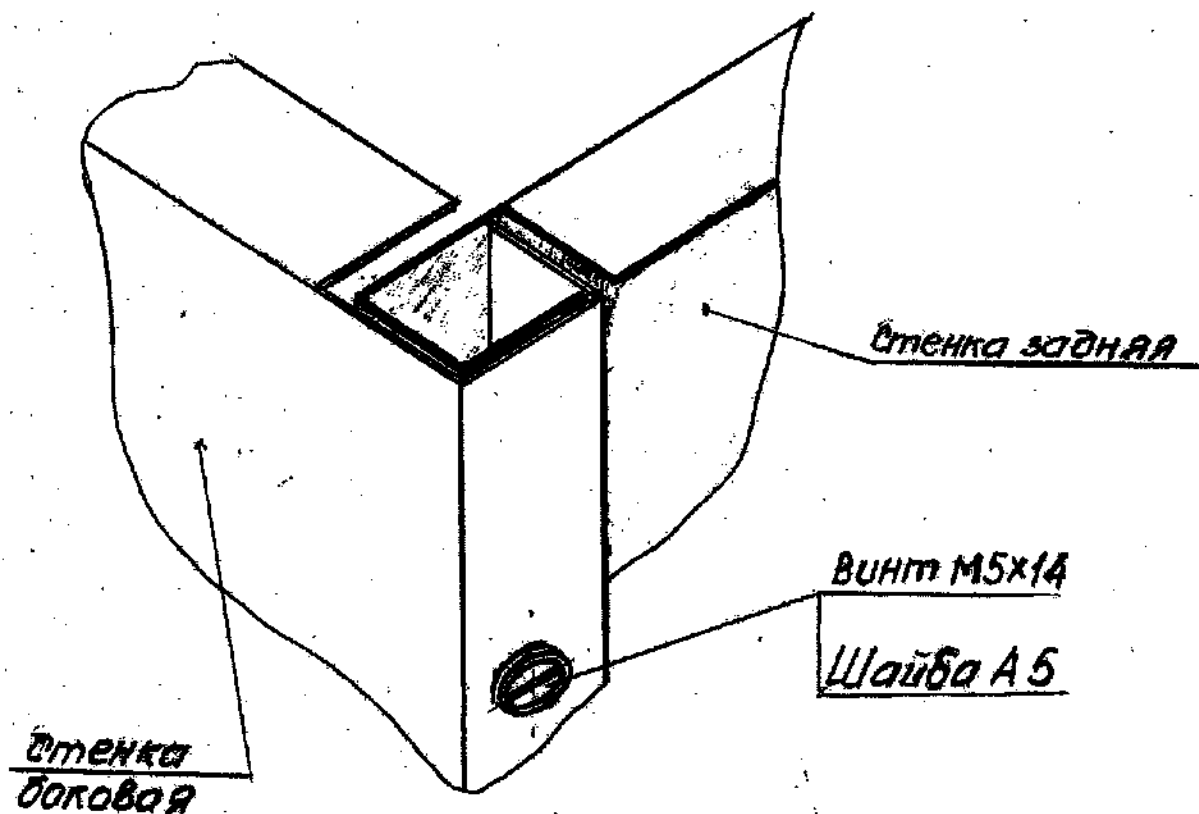

Рис. 2
3. Установите Стенку заднюю 1 на Верх шкафа 9 до совпадения отверстий с резьбовыми втулками, предварительно определив направление установки Стенки задней 1 по совпадению резьбовых втулок с соответствующими отверстиями в Стенках боковых 2 и 3, которые устанавливаются на резьбовые втулки Верха шкафа так, чтобы технологические вырезы «А» были направлены в сторону Основания 8. Зафиксируйте Стенку заднюю 1 Винтами с Шайбами из комплекта поставки (см. рис. 2).